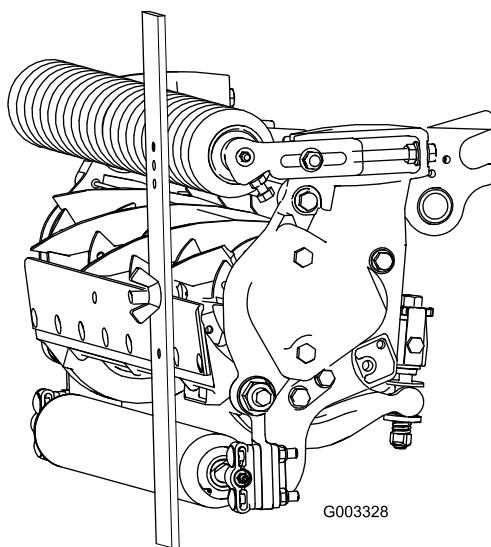

Figura 20
- Prenda a cabeça do parafuso à extremidade cortante da lâmina de corte e apoie a extremidade traseira da barra no rolo traseiro (Figura 20).
(Figura 20). Ajuste ambas as extremidades do rolo até que todo o rolo esteja paralelo à lâmina de corte.